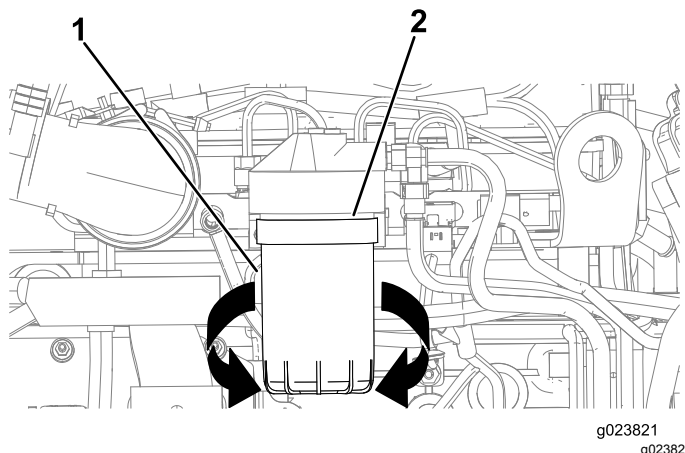

Figura 99
3. Posicione uma bandeja de drenagem ou vários panos sob o filtro de combustível secundário e o adaptador do filtro de combustível (Figura 99).
4. Gire o filtro de combustível no sentido anti-horário e o remova-o (Figura 99).
7. Alinhe o filtro de combustível com seu adaptador e gire-o no sentido horário até a vedação do filtro de combustível entrar em contato com o adaptador (Figura 99).
8. Aperte o filtro de combustível com a mão e em seguida aperte mais meia volta (Figura 99).